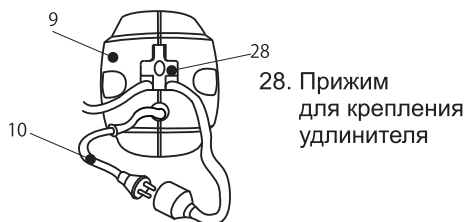

Рисунок 9
4.10 Во время работы используйте специальный прижим 28 на корпусе триммера для крепления удлинителя. Стыковое соединение вилки шнура триммера и электрического разъема удлинителя не должно находиться вне Вашего поля зрения (рис. 9).